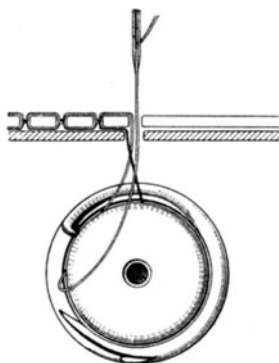

Abb. 13.
**Stichbildung** (Abb. 13): Die Oberfadenschlinge wird vom Greiferhafen gefangen. Indem sie bis an sein Ende gelangt, hängt sie sich an ihm auf, wird in die Länge gezogen und über den Greifer geführt. Durch eine besondere Abschrägung am Greiferumfang wird es ermöglicht, daß die Schlinge um die Spule gleitet, indem sich ihr vorderer Teil hinter die Spule legt, der hintere Teil dagegen vorne bleibt. Gelangt die Schlinge nun bei der Weiterdrehung des Greifers an seine Abfallfläche, so gleitet sie von der Spule ab, wird von der aufwärtsgehenden Nadel mitgenommen und vom Fadenhebel im Stoff fest zugezogen.